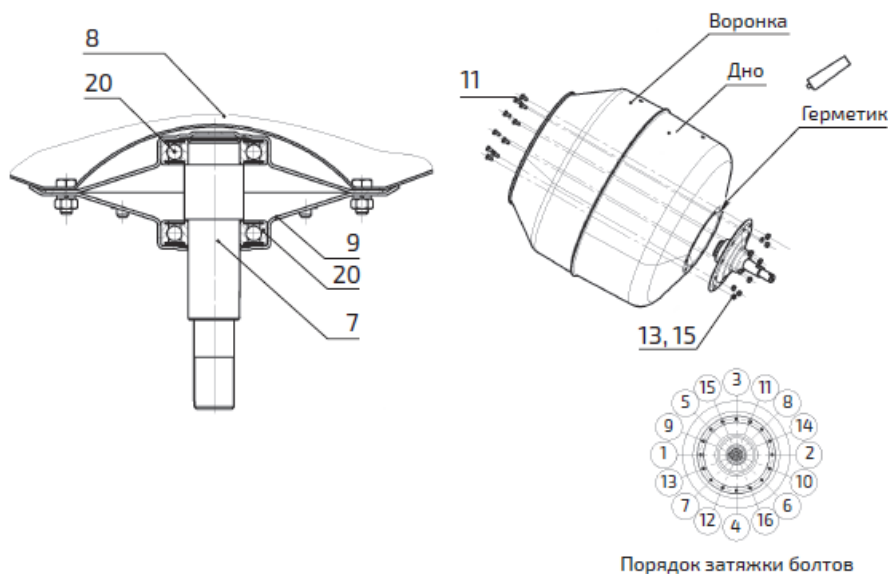

Рис. 15. Демонтаж подшипникового узла
4. Демонтаж подшипникового узла необходимо осуществлять вдвоем. Зафиксировав вращение болтов (11) внутри барабана, отвернуть шестнадцать гаек (13), вынуть болты (рис. 15). Снять дно смесительного барабана. Выпрессовать вал (7) из фланца (8). Перевернуть фланцевый узел и, опираясь на плоскую поверхность фланца (9), выпрессовать вал (отбортовку фланца предохранять от смятия).
6. Сборку узла проводить в обратном порядке. Запрессовать подшипники (20) во фланцы (8 и 9). Вал (7) запрессовать во фланцы, при этом совместить отверстия для установки болтов.
7. На предварительно обезжиренную поверхность дна нанести по окружности слой герметика толщиной 2 – 3 мм (см. рис. 15). Герметик наносится по всей окружности и вокруг каждого отверстия для предотвращения вытекания смеси из барабана по отверстиям. Совместить отверстия во фланцах в сборе с валом и дне. Установить в совмещенные отверстия сверху десять болтов (11), собранных с шайбами (15) (плоские), установить шайбы (15). Завернуть гайки (13).
8. Затяжку гаек производить равномерно, в последовательности, указанной на рис. 15. Порядок дальнейшей сборки изложен в разделе «Замена зубчатого венца».